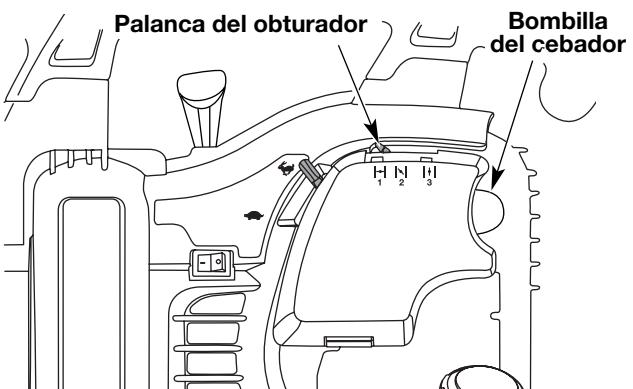

Fig. 13
- 3. Oprima completamente el cebador y suéltelo 10 veces. Hágalo lentamente. Se deberá ver un poco de combustible en el cebador y en las tuberías de alimentación de combustible (Fig. 13). Si no puede ver el combustible en el cebador, oprímalos y suéltelos tantas veces como sea necesario hasta que vea combustible en el mismo.
- 4. Coloque la palanca del obturador en **Posición 1** (Fig. 13).
- 6. Coloque la palanca del obturador en **Posición 2** (Fig. 13).
- 9. Coloque la palanca del obturador en **Posición 3** (Fig. 13) la unidad está lista para usarse.
2. Coloque el control de encendido y apagado en posición de APAGADO (O) (Fig. 13).